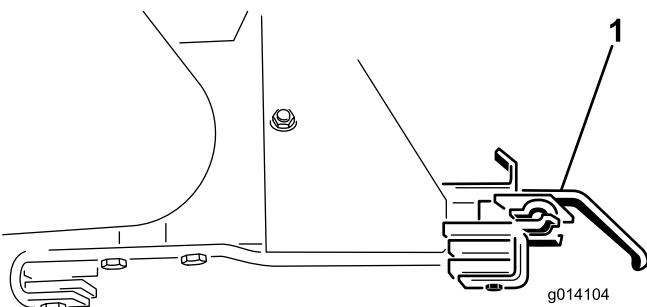

Figura 47
18. Rimuovete le due staffe di attacco dell'accessorio (Figura 47).